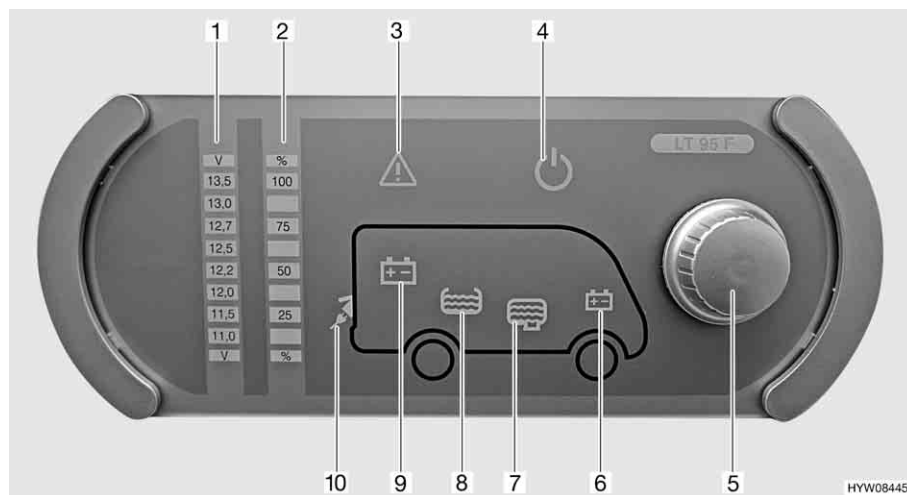

Fig. 84 Pannello di controllo (LT 95)
Il pulsante a rotazione (Fig. 84,5) inserisce o disinserisce il pannello di controllo e l'alimentazione a 12 V dell'abitacolo.
**Accensione:** ■ Premere il pulsante a rotazione (Fig. 84,5): L'alimentazione a 12 V dell'abitacolo è inserita. La spia di controllo a 12 V (Fig. 84,4) diventa verde.
**Spegnimento:** ■ Premere il pulsante a rotazione (Fig. 84,5): L'alimentazione a 12 V dell'abitacolo è disinserita. La spia di controllo a 12 V (Fig. 84,4) si spegne.
Mediante il pulsante a rotazione (Fig. 84,5) si possono interrogare sia la tensione della batteria dell'abitacolo che la tensione della batteria di avviamento. La tensione viene visualizzata sulla scala indicatore per la tensione della batteria (Fig. 84,1).
**Indicazione:** ■ Ruotare il pulsante a rotazione (Fig. 84,5), finché si accende il simbolo della batteria della quale deve essere interrogata la tensione.
Viene indicata la tensione della batteria dell'abitacolo (Fig. 84,9)
Viene indicata la tensione della batteria di avviamento (Fig. 84,6)
- Leggere la tensione sulla scala indicatore della tensione della batteria (Fig. 84,1).
Mediante il pulsante a rotazione (Fig. 84,5) si possono interrogare sia il livello del serbatoio dell'acqua che il livello del serbatoio delle acque grigie. Il livello viene visualizzato sulla scala indicatore livello dei serbatoi (Fig. 84,2).
- Ruotare il pulsante a rotazione (Fig. 84,5), finché si accende il simbolo del serbatoio del quale deve essere interrogato il livello.
Viene indicato il livello del serbatoio dell'acqua (Fig. 84,8)
Viene indicato il livello del serbatoio delle acque grigie (Fig. 84,7)
- Leggere il livello sulla scala indicatore del livello serbatoio (Fig. 84,2).
La spia luminosa Alarm (Fig. 84,3) lampeggia non appena i valori limite fissati vengono superati per eccesso o per difetto.
La spia luminosa Alarm (Fig. 84,3) lampeggia non appena la tensione della batteria scende al di sotto di 11 V. Se l'alimentazione a 12 V è accesa, si accende anche il relativo simbolo della batteria (Fig. 84,6 o 9), e l'indicatore "11,0" sulla scala indicatore della tensione della batteria (Fig. 84,1) lampeggia. Rischio di uno scaricamento totale della batteria.
La spia luminosa Alarm (Fig. 84,3) lampeggia ed il relativo simbolo del serbatoio (Fig. 84,7 o 8) si accende non appena il serbatoio dell'acqua è vuoto o il serbatoio delle acque grigie è pieno.
La spia di controllo a 230 V (Fig. 84,10) si accende quando all'ingresso della centralina elettrica è presente una tensione di rete.